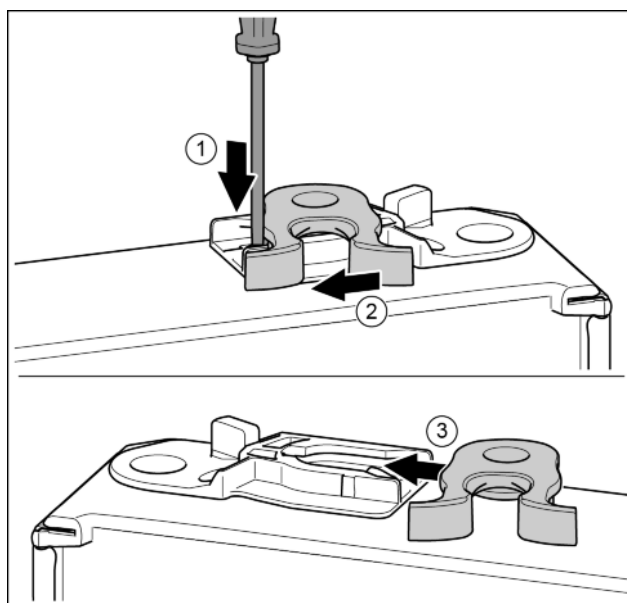

Fig. 13
- ▶ Nakładkę wcisnąć w dół przy pomocy śrubokręta. Fig. 13 (1)
- ▶ Hak zamykający wyjąć z prowadnicy. Fig. 13 (2)
- ▶ Hak zamykający wsunąć w prowadnicę znajdującą się z drugiej strony. Fig. 13 (3)